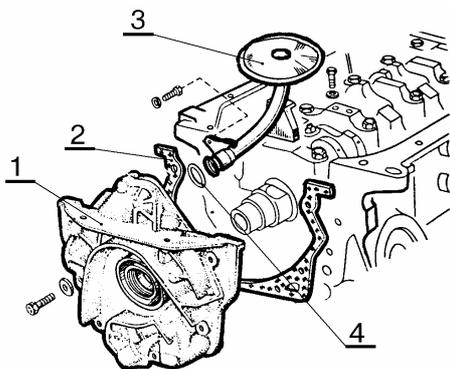

Рис.54.
- установить масляный насос 1, рис.54, с прокладкой 2 (втулка 67.7853-9581, головка сменная 10, вороток коловоротный или удлинитель и гайковерт типа ИП-3111);